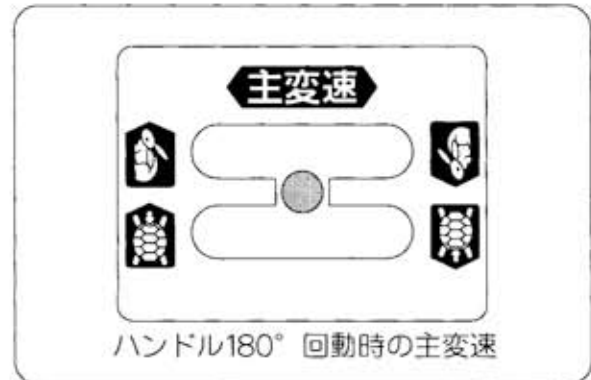

図18A
- ① 主変速レバー（チェンジレバー）を希望の速度位置にしてください。亀（低速）の〔前進、後進〕チェンジの切換は主クラッチを切らなくても切換操作が出来ます。(図18A)